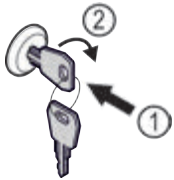

Fig. 131
- ▶ Вдавити ключ Fig. 131 (1).
- ▶ Повернути ключ на 90° за годинниковою стрілкою Fig. 131 (2).